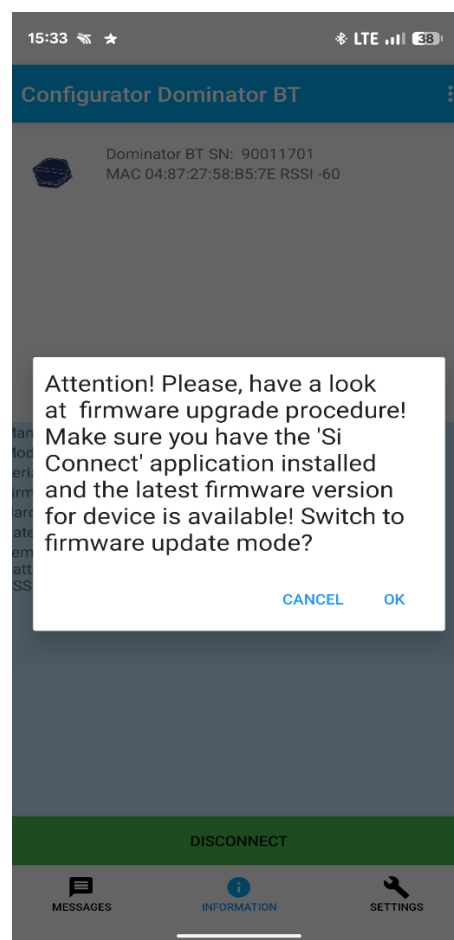

Fig. 5.7.
- confirm the action (Fig. 5.7).